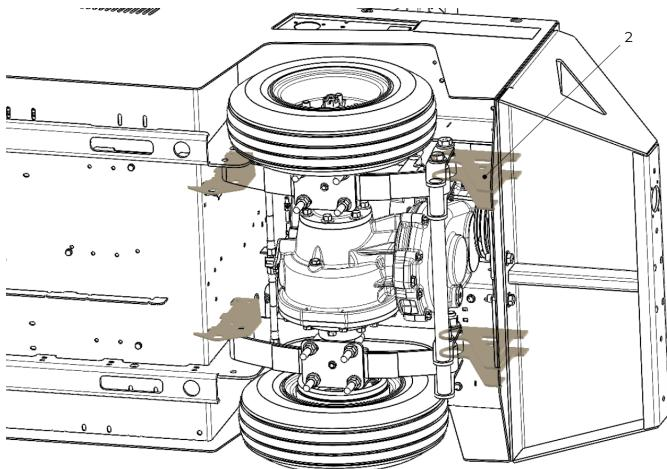

Figure 29. Supports de montage des suspensions arrière.
- Les Supports de montage des suspensions a l'arrière (2) (voir Figure 29).